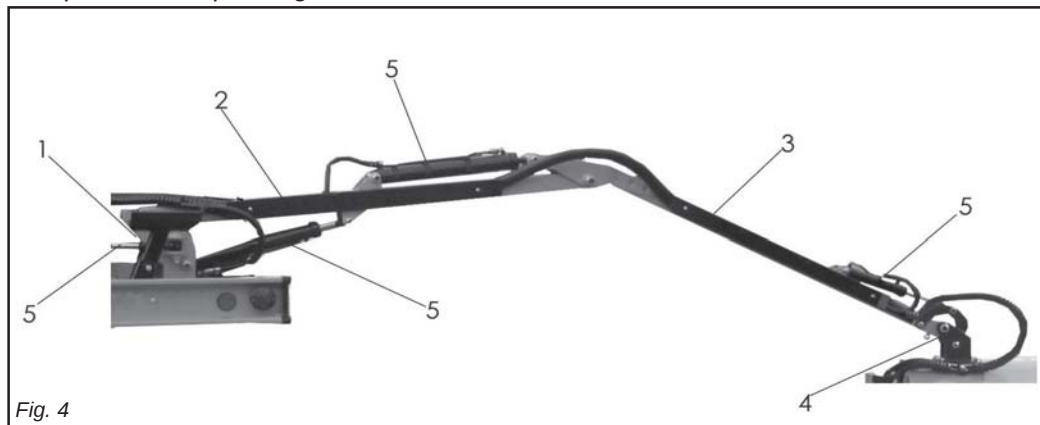

Fig. 4
1.3.2 GRUPPO CERNIERA DI ROTAZIONE E BRACCIO ARTICOLATO (Fig. 4)
1.3.2 ROTATION PIVOT AND ARTICULATED ARM ASSEMBLY (Fig. 4)
1.3.2 GRUP ARTICULAȚIE ȘI BRAȚ ARTICULAT (Fig. 4)